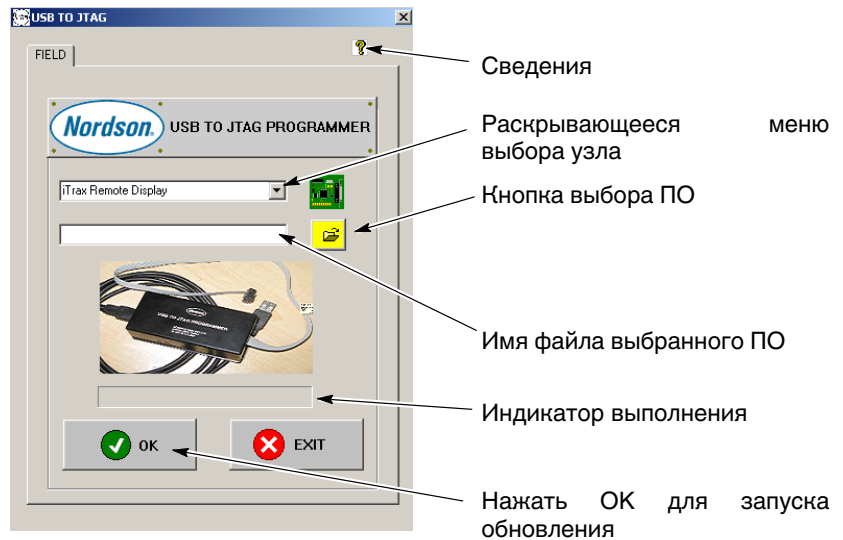

Рис. 8 Окно управления USB to-JTAG
3. Для запуска приложения USB to JTAG необходимо дважды щелкнуть на значке приложения, расположенном на рабочем столе, или на файле USB-Jtag.exe. См. рис. 8.